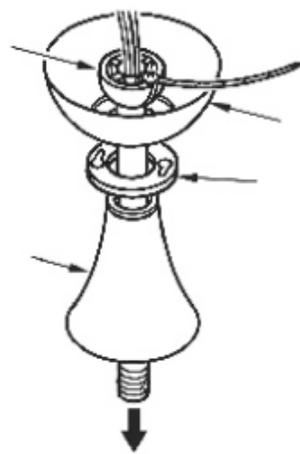

Fig.8
Paso 2: Introduzca los cables a través de la carcasa del dosel, el dosel y la bola colgante. (Fig. 8)